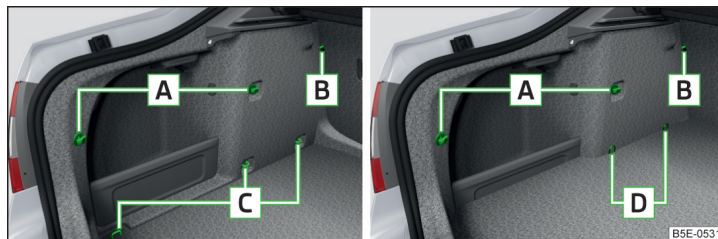
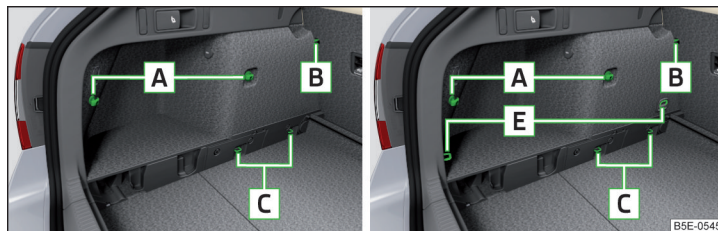
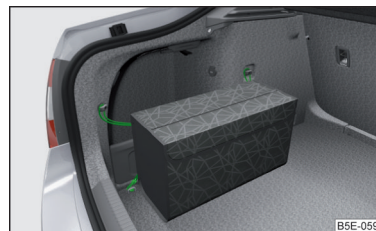

Fig. 109 Elementos de sujeción: Variante 1 / Variante 2 (G-TEC)
Fig. 110 Elementos de sujeción: Variante 3 / Variante 4
Fig. 113
Vista general de los elementos de sujeción » fig. 109 y » fig. 110
Cuando el vehículo está equipado con el suelo de carga variable y él se encuentra en la posición superior, entonces se pueden utilizar para la fijación de las redes las argollas de amarre **E** » fig. 110 de la pág. 106.
- En los vehículos con argollas de amarre **D** » fig. 109 de la pág. 106 se pueden sujetar solamente las siguientes redes.
- Red de suelo, este se puede sujetar en el área trasero en los elementos de fijación traseros **A** » fig. 109 de la pág. 106.
El bolso » fig. 113 se puede fijar en los elementos de fijación **A**, así como en las argollas de amarre traseras y centrales **C** » fig. 109 de la pág. 106.